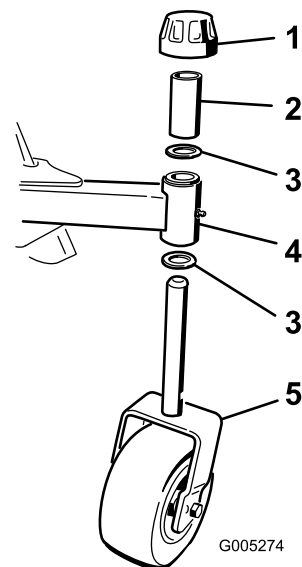

Bild 3
1. Nehmen Sie die Spannkappe von der Radachse des Laufrads ab (**Bild 3**). Schieben Sie das Distanzstück und eine Druckscheibe von der Spindelwelle. Lassen Sie eine Druckscheibe auf der Welle.
Spindelwelle und befestigen Sie alle Teile mit der Spannkappe (Bild 3).